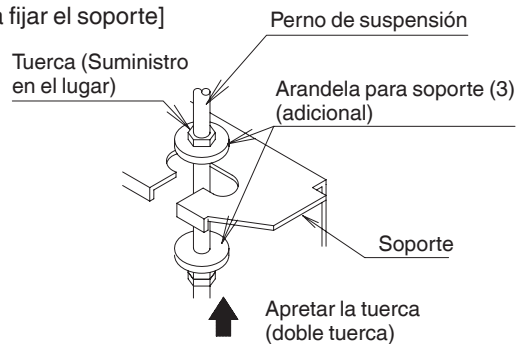

Fig. 7
(1) Instale la unidad interior temporalmente.
- Fije el soporte al perno de suspensión. Asegúrese de fijar firmemente el soporte con la tuerca y la arandela de suspensión (3) desde la parte superior e inferior. **(Consulte Fig. 7)**
- Si se usa la abrazadera de la arandela (7), la arandela del lado superior para el soporte (3) debe estar protegida de manera que no se caiga.